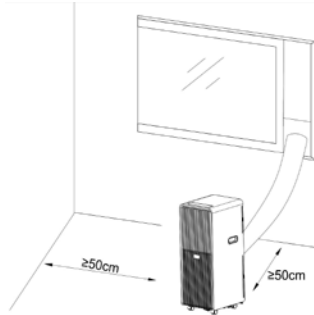
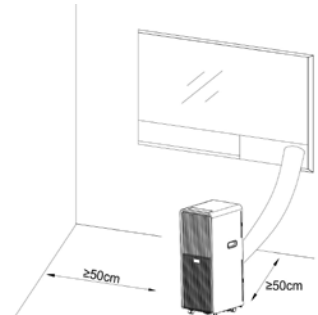

Abb. 7
Abb. 8
2. Installieren Sie den Abluftschlauch wie in Abb. 7 und Abb. 8 gezeigt und stellen Sie die Fensterposition gut ein.